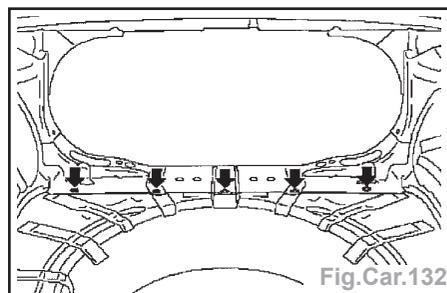

Fig.Car.132
- Pré-percer le plancher ; faire 5 perçages (Fig.Car.132).
- River le plancher avec 5 rivets étanches à l'eau (Fig.Car.132).